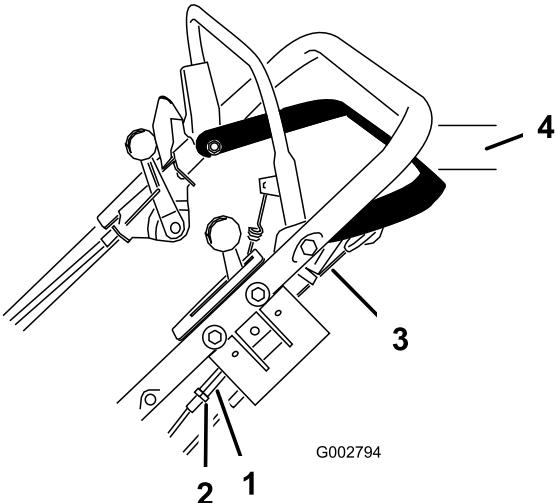

Figure 25
- Desserrez l'écrou de fixation du tendeur (Figure 25).
- Tournez le tendeur jusqu'à ce qu'il n'y ait plus de mou dans le câble exposé (Figure 25).